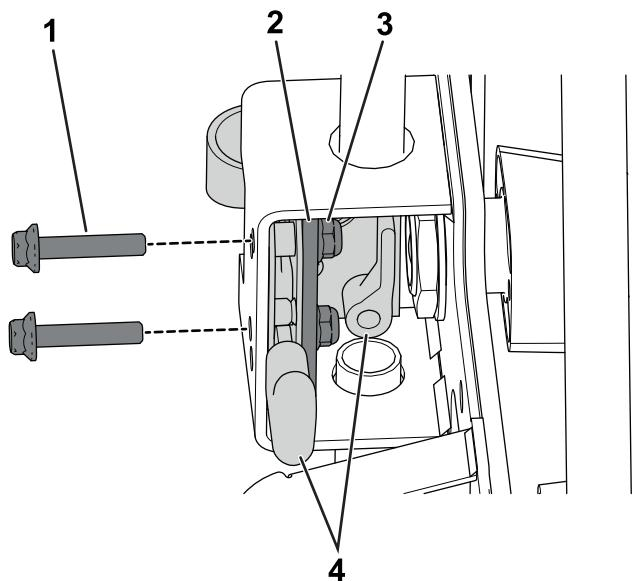

Рисунок 1
- Снимите болты, опорную пластину и гайки, с помощью которых замок в сборе подсоединяется к креплению ручки (Рисунок 1).
6. Установите замок в сборе на крепление ручки, используя крепежные детали, снятые при выполнении пункта 1; см. Рисунок 1.